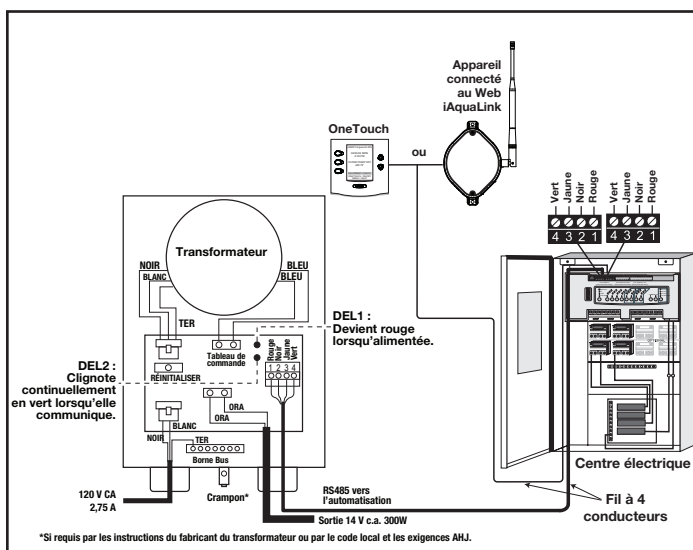

Figure 9. Câblage des lumières DEL au contrôleur pour lumière DEL Infinite WaterColors
Voir la figure 9 pour connecter les lumières DEL sans niche Infinite Watercolors de Jandy et le manuel du contrôleur pour lumière DEL Infinite Watercolors pour connecter le contrôleur pour lumière DEL Infinite WaterColors au système d'automatisation AquaLink.
3. Connectez les câbles à basse tension du noir à l'orange et du blanc à l'orange. Voir la figure 9.